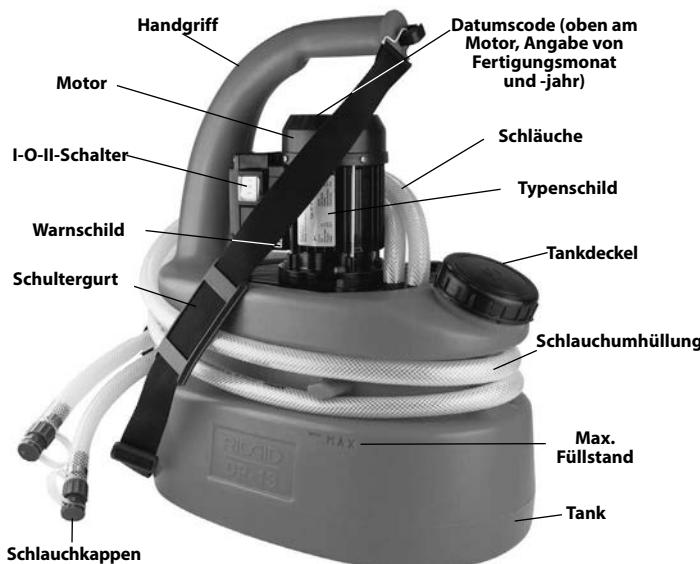

Abbildung 1 - RIDGID Entkalkungspumpe DP-13
- Vorhandensein und Lesbarkeit des Warnschildes (Siehe Abbildung 1).